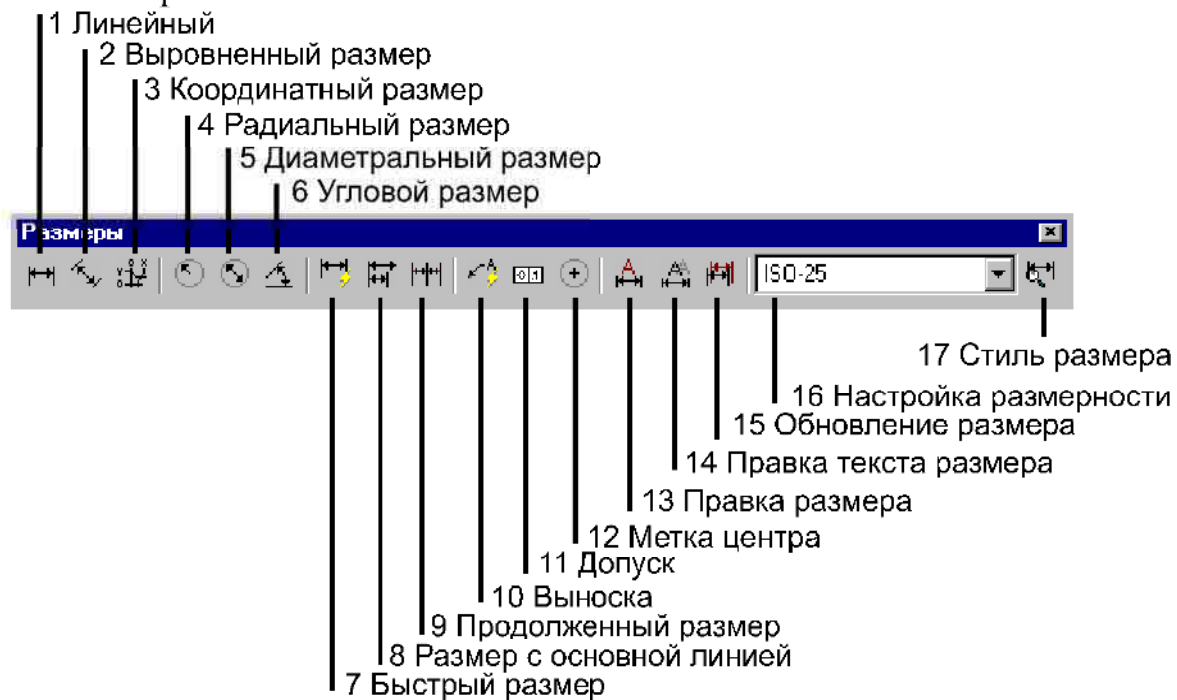

Рис. 6.2. Панель инструментов *Размеры*.
Инструменты нанесения размеров сосредоточены в выпадающем меню *Размер* и панели инструментов *Размеры*. Панель показана на рис. 6.2.
1. Войти в режим простановки линейного размера. Для этого можно щелкнуть по кнопке 1 на панели *Размеры* (рис. 6.2) или из выпадающего меню *Размер* запустить команду *Линейный*.
Если нужно считать базовой другую выносную линия (как правую, так и выноску на другом размере или объекте), то сначала необходимо выбрать параметр **Select**, а затем щелкнуть по требуемой выноске. Например, размеры на рис. 6.12.2 строились в следующем порядке. В первую очередь был выведен простой угловой размер (90), после чего нажата кнопка *Размер с основной линией* (рис. 6.2), нажат Enter (выбрали параметр **Select**) и указаны центры окружностей, в качестве опорных точек для выносок 45° и 90°.